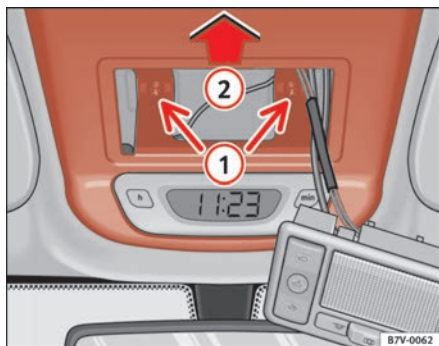

Abb. 68 Notbetätigung
- Den Kopf des Schraubenziehers drehen und die beiden Kreuzschlitz-Schrauben **1** => Abb. 68 herausdrehen.
- Die Abdeckung in Pfeilrichtung **2** schieben und abnehmen => Abb. 68.